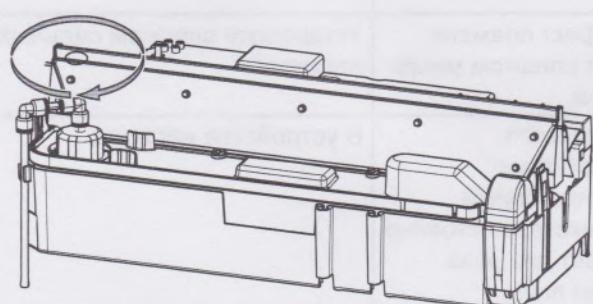
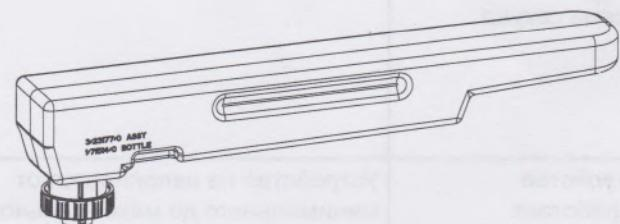

Fig.3a
Fig.3c
**Водяной бак (баки):** необходимо снять заливную крышку с поддона. (рис. 3a и 3b). Поместите водяной бак (баки) (рис. 3C) в раковину и выкрутите крышку (против часовой стрелки). Наливайте в бак **только фильтрованную водопроводную воду**. Это продлит срок службы блока создания эффекта пламени и дыма. Воду следует фильтровать обычным бытовым фильтром для воды; регулярно заменяйте фильтр. Использовать дистиллированную воду **не разрешается**.